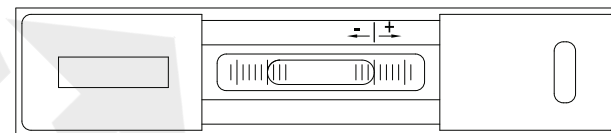
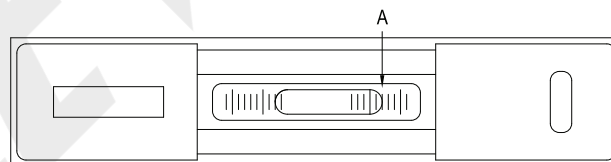
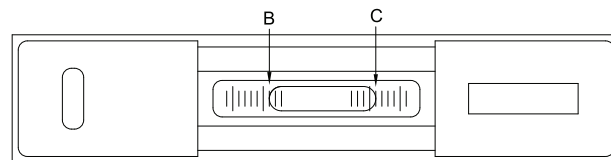

fig.2
fig.3
fig.4
3. Para obter um resultado preciso, recomenda-se girar o nível 180° para realizar a medição. O lado direito corresponde à escala positiva, e o lado esquerdo à escala negativa (fig. 2). Após a bolha parar de oscilar (cerca de 40 s), leia A na escala (fig. 3). Gire o nível em 180°, deslizando-o até a mesma posição na superfície. Leia B na escala (fig. 4). A leitura final é (A+B)/2.
7. Temperatura de armazenamento: -40 °C a +70 °C / 40 °F a 158 °F. Observação: caso o desvio do zero (A-C, Fig. 3 e Fig. 4) seja superior a 1 DIV. após um impacto ou outra força externa, devolva o produto à INSIZE para ajuste.